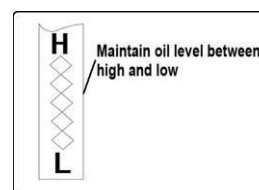

Рис.26
4. Снова выньте щуп. Обратите внимание на уровень масла. если показания масла на щупе ниже отметки "L", медленно добавьте масло, чтобы достичь уровня "H". Не превышайте уровень "H". Рис.26.